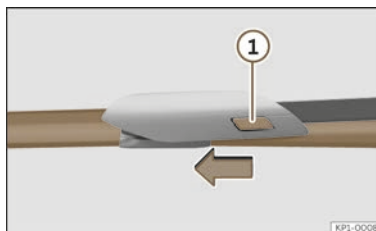

Abb. 210 Scheibenwischerblätter vorne auswechseln.
- Die Entriegelungstaste >>> (Abb. 210) ① gedrückt halten und gleichzeitig das Scheibenwischerblatt vorsichtig in Pfeilrichtung abziehen.